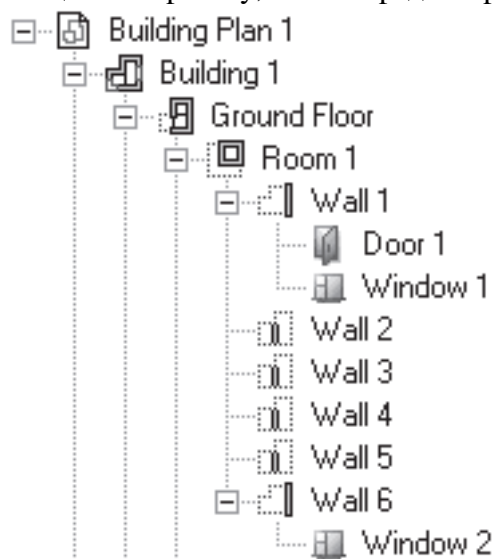

Рис. 1.1. Пример иерархического представления строительного плана, созданного на основе объектного подхода
• Построенная модель (чертеж) может быть представлена в виде иерархического дерева (рис. 1.1), что облегчает навигацию по проекту, поиск и редактирование его отдельных частей.